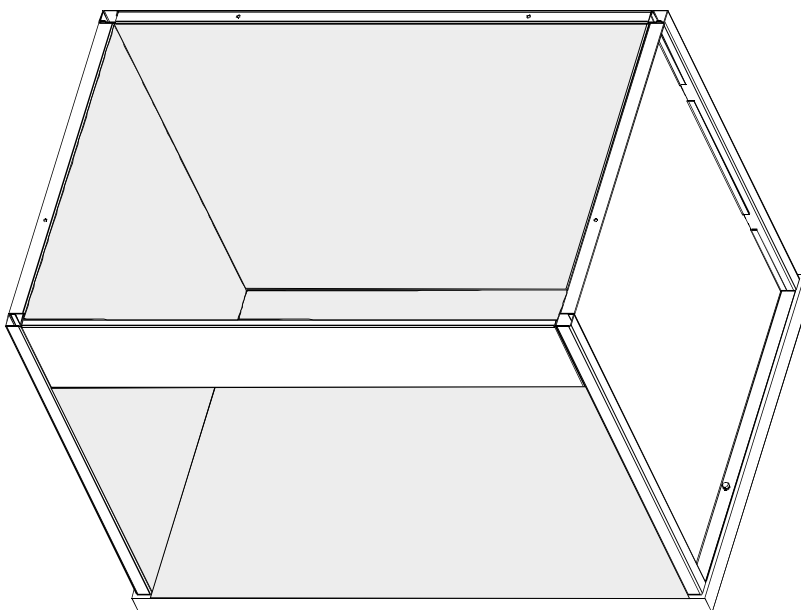

Figure 6. Cabine à lumières SpectraLight III
10. La cabine SpectraLight est à présent montée. Voir Figure 6.